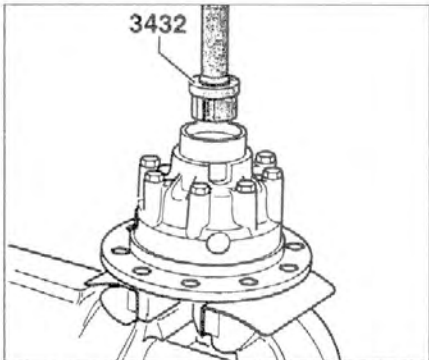

Рис. 5.124. Проверьте момент трения шестерен дифференциала.
12. Проверьте момент трения шестерен дифференциала (рис. 5.124). Он должен составлять 20-40 Нм. Если необходимо, замените прокладки и проверьте момент трения еще раз. Толщина прокладок изменяется от 1.3 мм до 1.85 мм с шагом 0.05 мм.